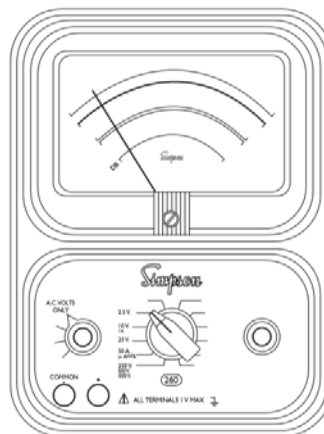

Figura 4-10. Posición de contactos e interruptores para medición de decibeles.
- Referencie la figura 4-10 para el ajuste del interruptor y la conexión del Jack.